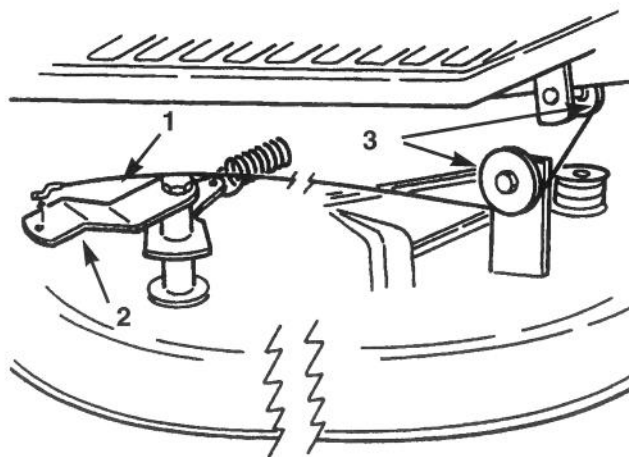

Figure 46
9. Enrouler le câble de commande de la lame autour des deux galets de guidage et accrocher l'extrémité dans le trou du bras de renvoi sur la tondeuse (Fig. 46).